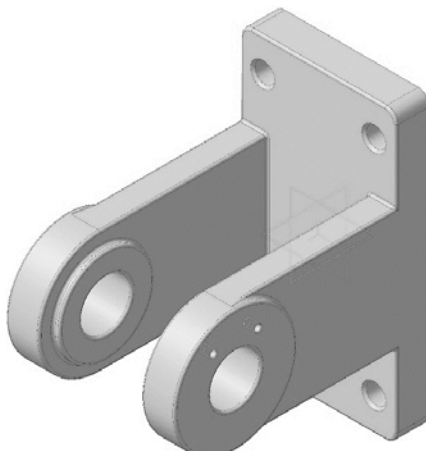

Рис. 22. Деталь «Вилка»
2.2.4 Нажмите кнопку **Создать объект**  на Панели специального управления (рис. 22).